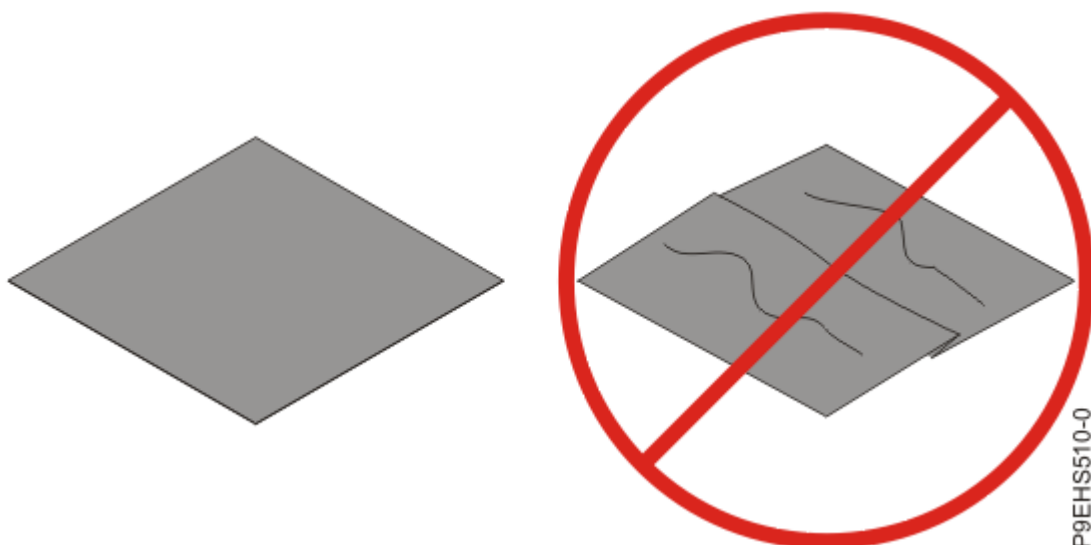

Figura 60. Inspección del material de interfaz térmica
15. Revise el material de interfaz térmica (TIM) por si existen signos visibles de daños, como se muestra en la Figura 60 en la página 77. Si detecta pliegues, arrugas o rasgaduras, o si tiene dudas sobre el TIM, sustitúyalo.